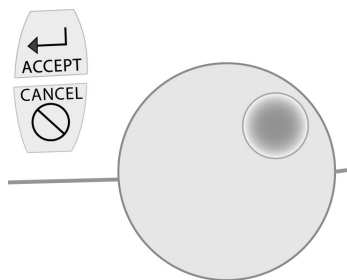

Figura 3-7: Dial de Dados, botões Aceitar e Cancelar
**ID do paciente.** É possível inserir uma identificação alfanumérica de até 24 caracteres (12 caracteres em duas vezes) para o paciente. Para criar uma ID de paciente, pressione o campo IDENTIFICAÇÃO de paciente na tela sensível ao toque. Aparecerá uma segunda tela mostrando os caracteres disponíveis para a identificação do paciente. Gire o botão de dados na parte inferior do MIU (Figura 3-7) para percorrer os caracteres. Pressione a tela de película ACEITAR para aceitar cada caractere e criar o **código de ID de paciente**. Quando o código de identificação do paciente estiver completo, pressione novamente a tela sensível ao toque diretamente sobre o campo Patient IDENTIFICATION (IDENTIFICAÇÃO do Paciente) para aceitar o código de identificação do paciente.